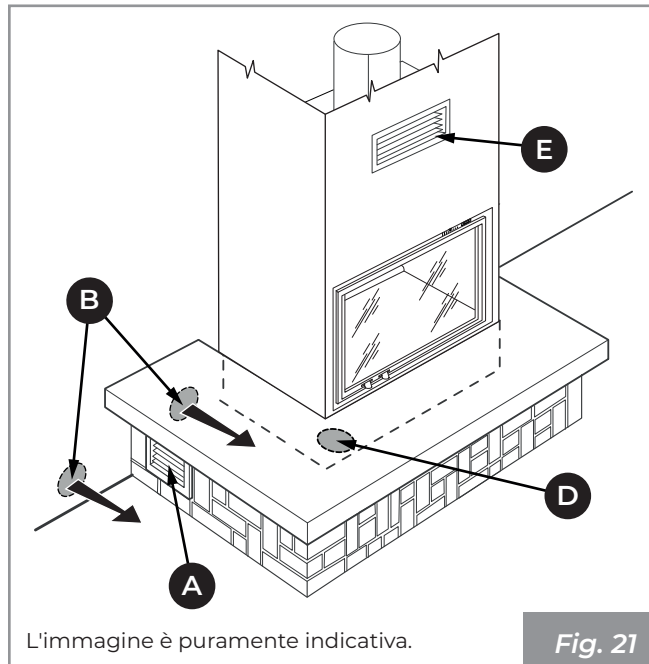

Fig. 21
- **Fig. 21:** griglia inferiore (A) in dotazione sul rivestimento e presa d'aria esterna (B) per il ricircolo dell'aria ambiente da realizzare internamente oppure esternamente al rivestimento.